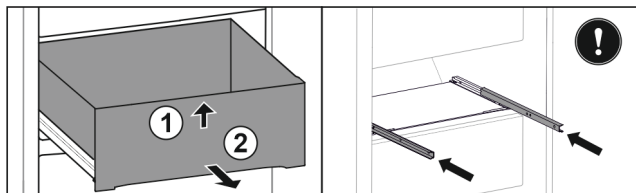

Fig. 158
- ▶ Predal spredaj dvignite. *Fig. 158 (1)*
- ▶ Predal vzemite ven v smeri naprej. *Fig. 158 (2)*